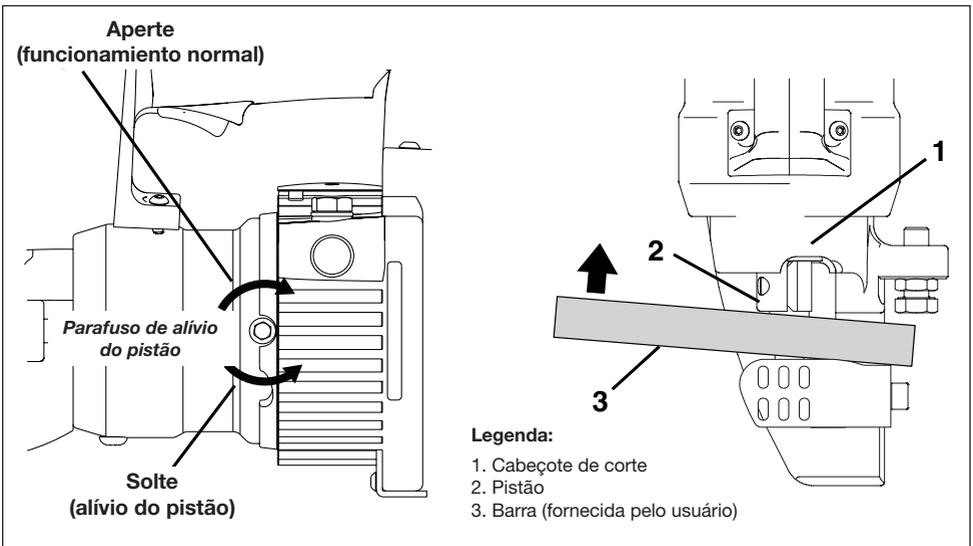

Figura 11, procedimento de retração manual do pistão
Consulte os seguintes passos: Veja a Figura 11.
4. Usando uma barra de aço rígida, empurre manualmente o pistão para dentro do cortador até que ele tenha retornado para a posição inicial. Veja a Figura 11, item 3. Isto deve desalojar qualquer sujeira ou outro material que tenha prevenido que o pistão retorne durante a operação normal.
8. Limpe a parte exposta do pistão. Remova quaisquer detritos, chispas ou sujeira desta área. Veja a Figura 11, item 1.